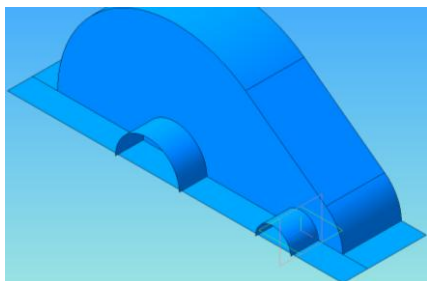

Рис.8 – Продовження поверхні фланця кришки
10. Для замикання контуру фланця виконати операцію *Продление поверхности* інструментальної панелі *Поверхности*, для чого натиснути відповідну кнопку, вказати на кромку поверхні, яку треба продовжити, і вказати довжину 30 мм (Рис.8).